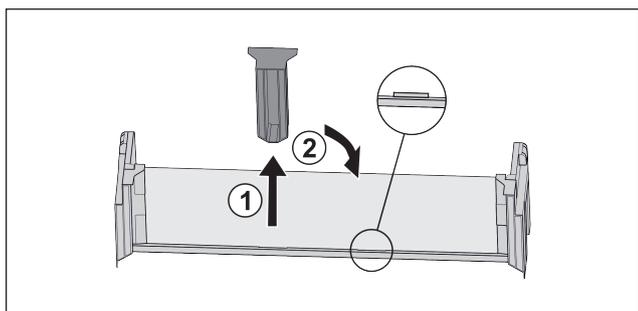

Fig. 39
- ▶ Retirar la pieza de sujeción central Fig. 39 (1).
- ▶ Colocar la pieza de sujeción central en la segunda posición Fig. 39 (2).